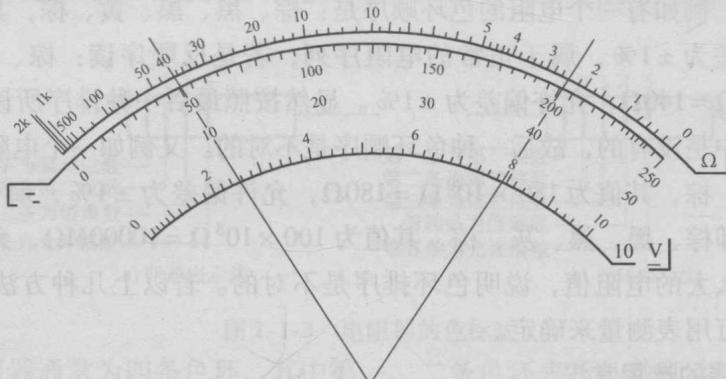

图 1-1-6 电阻挡指针读数范围
(2) 量程的选择 由于电阻挡刻度不均匀, 为提高测量精度, 选择量程时应使指针指示值尽可能指示在刻度中间位置, 即全刻度起始的 20% ~ 80% 弧度范围内, 如图 1-1-6 所示。